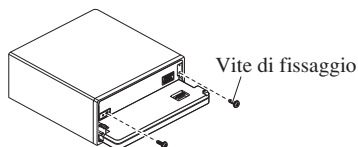

Fig. 13
4. Bloccare il pannello anteriore all'unità per mezzo delle apposite viti di fissaggio. (Fig. 13)